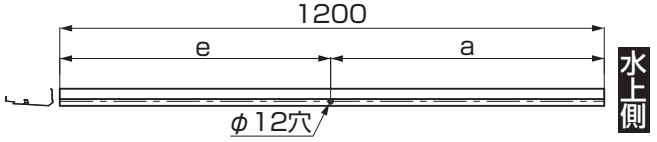
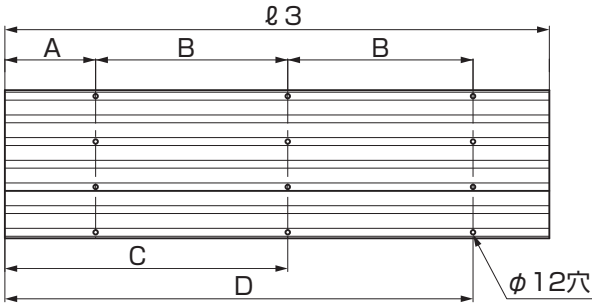

図3-14 側枠上 (12延長) 加工位置図
図3-15 折板 加工位置図
①図3-13、図3-14、図3-15、表3-7、表3-8を参照して、側枠と折板を加工してください。